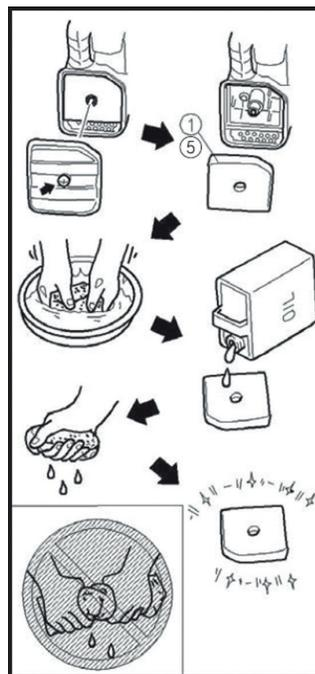

Рис. 21
3. Извлеките поролоновый фильтрующий элемент и промойте его в мыльном растворе (Рис. 21).